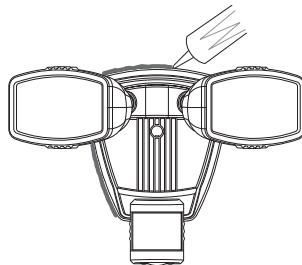

Figura 6
- Calafatee alrededor del 1-2-Easy Connect™ y de la superficie de montaje con un sellador de silicona contra la intemperie (vea la Figura 6).